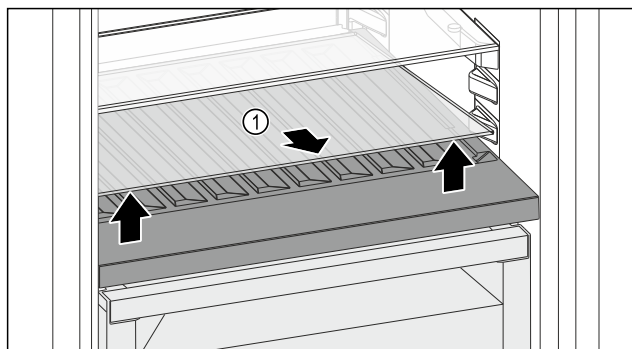

Fig. 192
- Ngrini lart përpara pllakën e xhamit Fig. 192 (1) te foleja dhe tërhiqeni jashtë.
- Ruani të sigurt pllakën e xhamit Fig. 192 (1) jashtë pajisjes.
- Vendoseni pllakën e xhamit (2) nën raftin mbajtës të ndryshueshëm të shisheve.